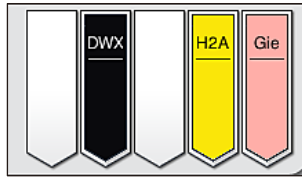

図 89
- ラックは、染色処理終了後に取出し用待機槽 (→「図 19-4」) の空いた場所に移されます (→「図 89」)。処理の終了は、情報メッセージと信号音でユーザーに通知されます。